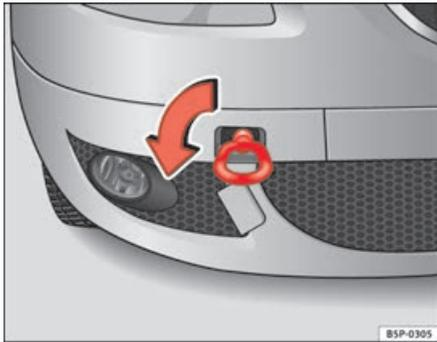
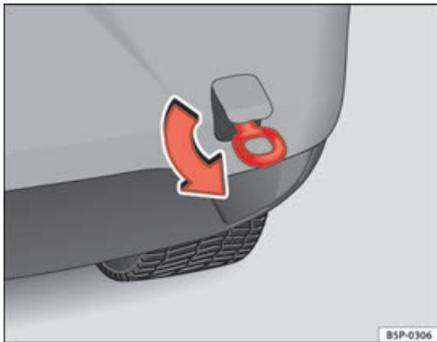

Fig. 206 Face avant, côté droit :
Fig. 207 Vissage de l'œillet de remorquage arrière
- Vissez l'œillet de remorquage dans le taraudage en le tournant dans le sens de la flèche vers la *gauche* jusqu'en butée à l'avant ⇒ fig. 206 ou à l'arrière ⇒ fig. 207. ■